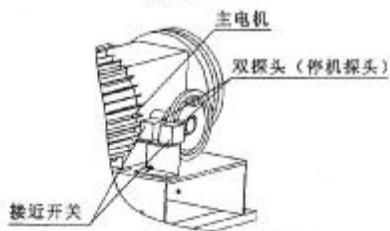

图 2-10
- B. 当 SQ1 接近开关感应到如图 2-10 所示停机探头时, 主电机停转。